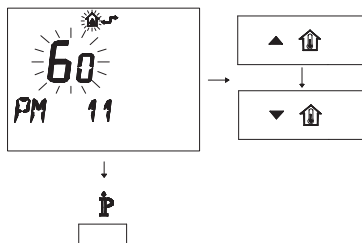

Figura 5.44
- Per modificare il SET programmato agire sui pulsanti **▲** **↑** o **▼** **↓** e aspettare che il numero programmato cominci a lampeggiare (Figura 5.44). Ogni passo incrementato o decrementato corrisponde a 1 secondo.